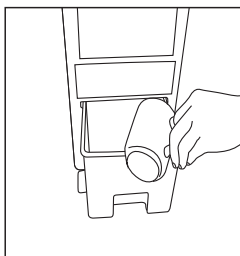

РИС. 2
4. Потяните бачок для воды и вытащите наружу около 10 см, до стопорного штифта, затем налейте воду (рис.2). Установите бачок на место.